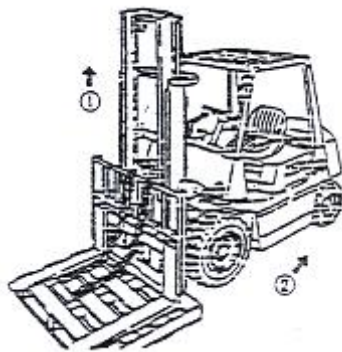

Рис. 2-73
- (1) Поместите паллет на вилы погрузчика и поставьте его на ровную поверхность.
- (2) Опустите вилы, чтобы паллет коснулся земли
- (3) Отсоедините верхнее крепление цепи и снимите цепь с колеса.
- (4) Поднимите внутреннюю мачту (Поз. 1 на Рис. 2-73)
- (5) Сдайте на погрузчике назад после подтверждения того, что рама вил была отсоединена от внутренней мачты (Поз. 2 на Рис. 2-73).
(6) Замените главный ролик.